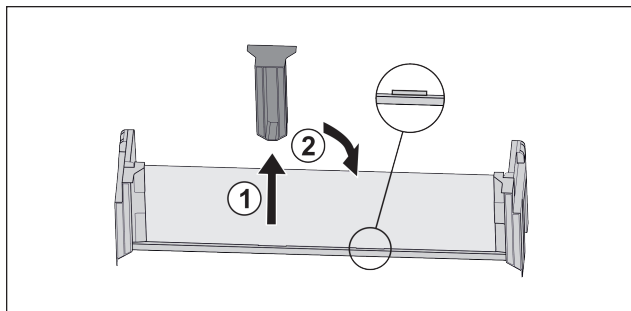

Fig. 29
- ▶ Stáhněte prostřední přídržný díl Fig. 29 (1).
- ▶ Vložte prostřední přídržný díl do druhé polohy Fig. 29 (2).